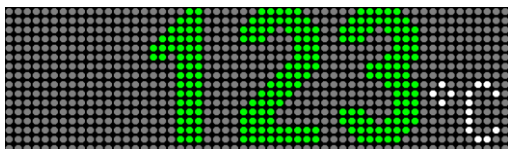

Рисунок 2.1 – Режим отображение одного числового значения
- отображение одного значения (рисунок 2.1);